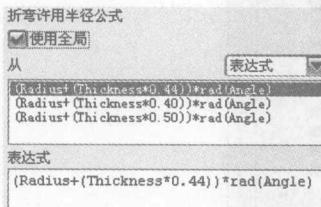

图 1-7 “表达式”方式定义法
(1) 在“从”下拉列表中选择“表达式”选项，将可以选择 3 个展开计算公式中的一种作为展开计算的标准公式，如图 1-7 所示。